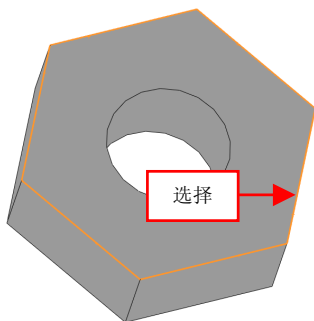

图 7-20 选择边线对象
(3) 弹出【组合曲线】属性管理器，选择模型上表面的所有边线对象，如图 7-20 所示。